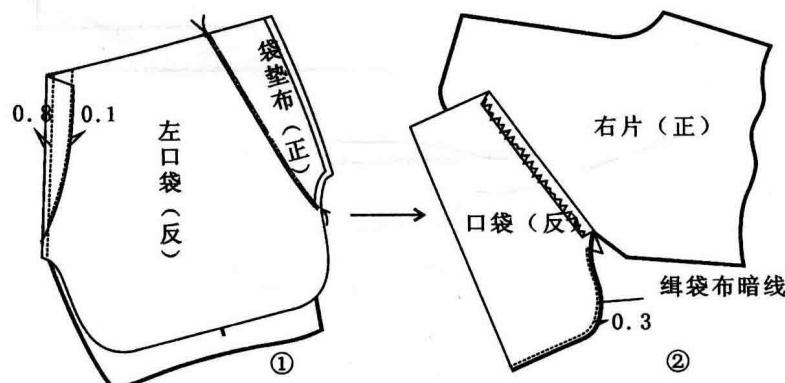

图 1.1-13 缝缝袋布
缝合袋布(见图 1.1-13): 为防止口袋豁开, 前裤片斜插袋袋口反面烫直牵条, 并将袋位向反面折烫。将袋布前斜插口位置夹入裤片斜插袋口折缝处, 在斜插袋袋口位正面缉线 0.8cm, 然后翻转口袋, 拉开裤片, 沿裤片斜插袋折缝锁边处缉线 0.1cm 与袋布固定(见图 1.1-13—①)。最后将口袋袋底上下层对准、正面相叠, 缉线 0.3cm, 注意缉线距袋口 3cm 处止。(见图 1.1-13—②)。